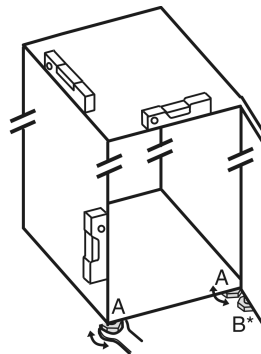

Fig. 8
- ▶ Seřizovací nožky Fig. 8 (A) vyšroubujte pomocí přiloženého vidlicového klíče a pomocí vodováhy, dokud nebude spotřebič pevně vyrovnaný.
- ▶ Seřizovací nožku Fig. 8 (B) na stojanu ložiska vytácejte pomocí přiloženého vidlicového klíče, až dosedne na zem.
- ▶ Seřizovací nožku Fig. 8 (B) otáčejte dál o 90°.